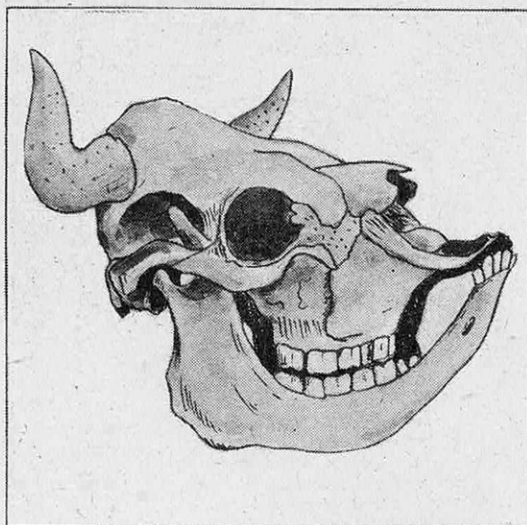

FIG. 3. — CRANE DE BŒUF BOULEDOGUE
Chez les animaux domestiques : Poulets sans croupion, à cou nu, à bec croisé, à plumes frisées, à doigts surnuméraires; Paons aux épaules noires; Chats, Chiens, Lapins sans poils ou angoras; Moutons mérinos; Chevaux à poils frisés; Taureaux sans cornes; Moutons et Chèvres à quatre cornes; Chats, Rats, Souris, Chiens sans queue; Chiens, Porcs, Bœufs bouledogues (fig. 3); Mammifères à anomalies des oreilles (Souris valseuses), des yeux, sans membres (Chiens), sans doigts ou à doigts supplémentaires (Chats, Chiens), etc. Ces trois dernières anomalies se rencontrent chez l'Homme (1).